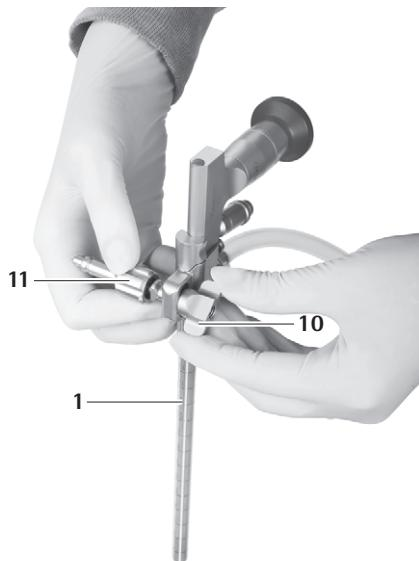

Fig. 19
- ▶ Skru vingemøtrikken **10** på, indtil holdearmsadapteren **11** er fastgjort, se Fig. 19.